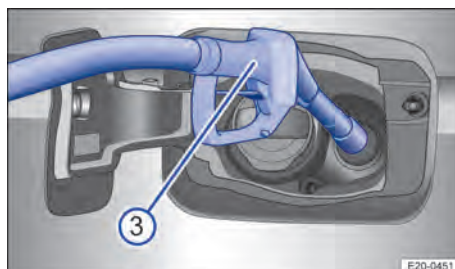

Abb. 182 Hinter der Tankklappe: AdBlue tanken mit der Zapfpistole (Prinzipdarstellung).
1. Um eine optimale Betankung zu gewährleisten, Griff der AdBlue®-Zapfpistole nach unten halten → Abb. 182 .